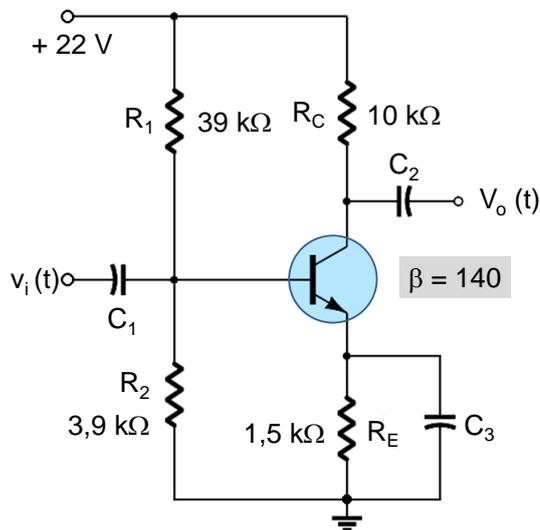

Figura 7.
- Determinar o ponto de operação DC para o circuito da Figura 7, considerando-se o ganho $\beta = 140$, empregando a ANÁLISE EXATA (parâmetros de Thévenin).
- Qual é o critério para o uso da polarização por divisor de tensão utilizando a análise aproximada? Este método pode ser utilizado no circuito da Figura 7?
- Se for possível utilizar a ANÁLISE APROXIMADA para o circuito da Figura 7, determinar a variação percentual no ponto quiescente. Desenhar também a reta de carga.